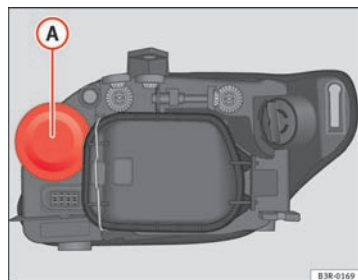

Fig. 208 Feux de route
- Retirez le cache en caoutchouc (A) ⇒ fig. 208 et tirez.